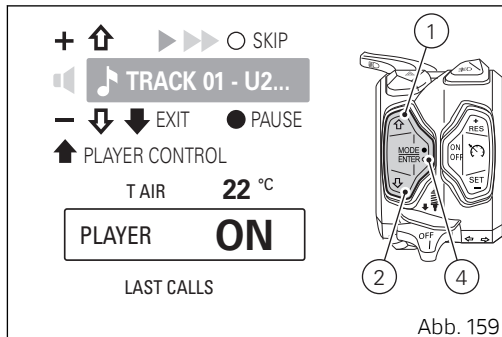

Abb. 159
Zum Aktivieren die Taste (4) drücken. Im Cockpit werden die Angabe „PLAYER ON“ und das Player-Menü über dem Menü (Abb. 159) angezeigt.
Ist der Player aktiv geschaltet und befindet man sich in den Bedienfunktionen des Players (Abb. 159), werden die Tasten (1) und (2) sowie die Taste (4) nur für die Bedienung des Players verwendbar sein:
- Lautstärke up: Einmaliges Drücken der Taste (1).
- Lautstärke down: Einmaliges Drücken der Taste (2).
- Pause / Play: 2 Sekunden langes Drücken der Taste (4).
- Skip auf nächstes Musikstück: Einmaliges Drücken der Taste (4). Jedem Drücken entspricht der Übergang auf das nächste Musikstück.